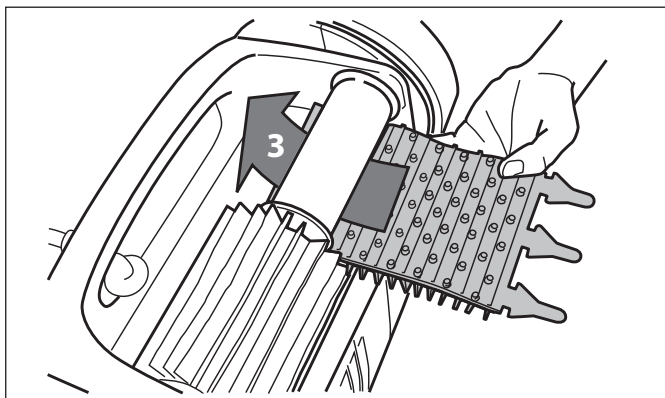

Figure 28. Installer la nouvelle brosse
- Pour installer la nouvelle brosse, placez-la sur le rouleau avec les lames de nettoyage vers l'extérieur (Figure 28).